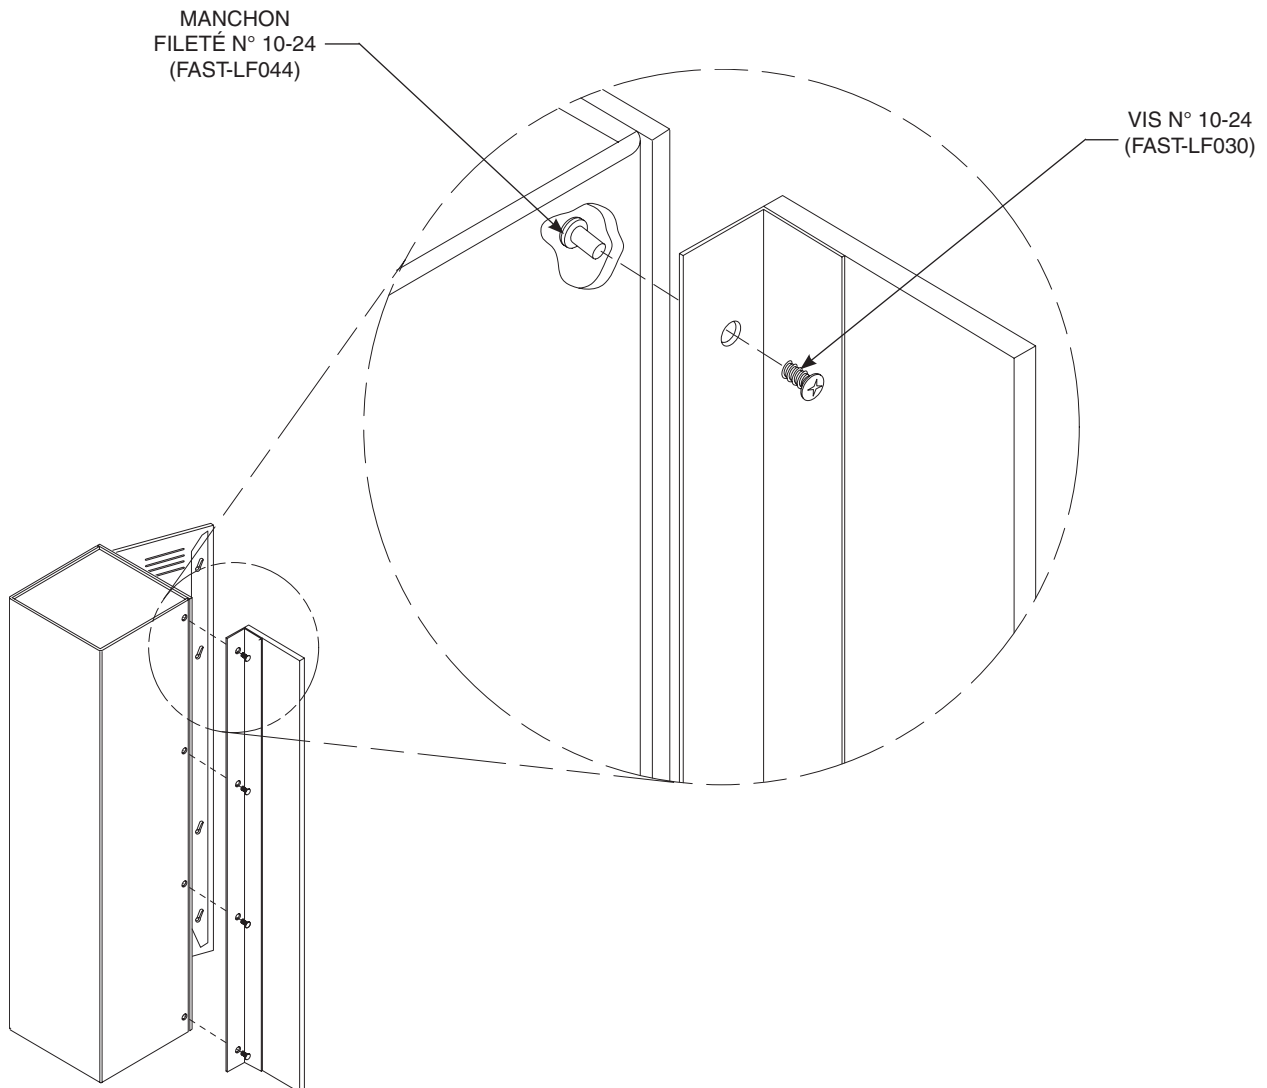

Figure 2
2. En se servant des trous du panneau d'angle en guise de gabarit, percer quatre trous de 9/32 po de diamètre à travers le casier comme indiqué à la Figure 2.
3. En se servant des trous du panneau en guise de gabarit, percer quatre trous de 9/32 po de diamètre à travers le casier (voir Figure 2 à la page 20).